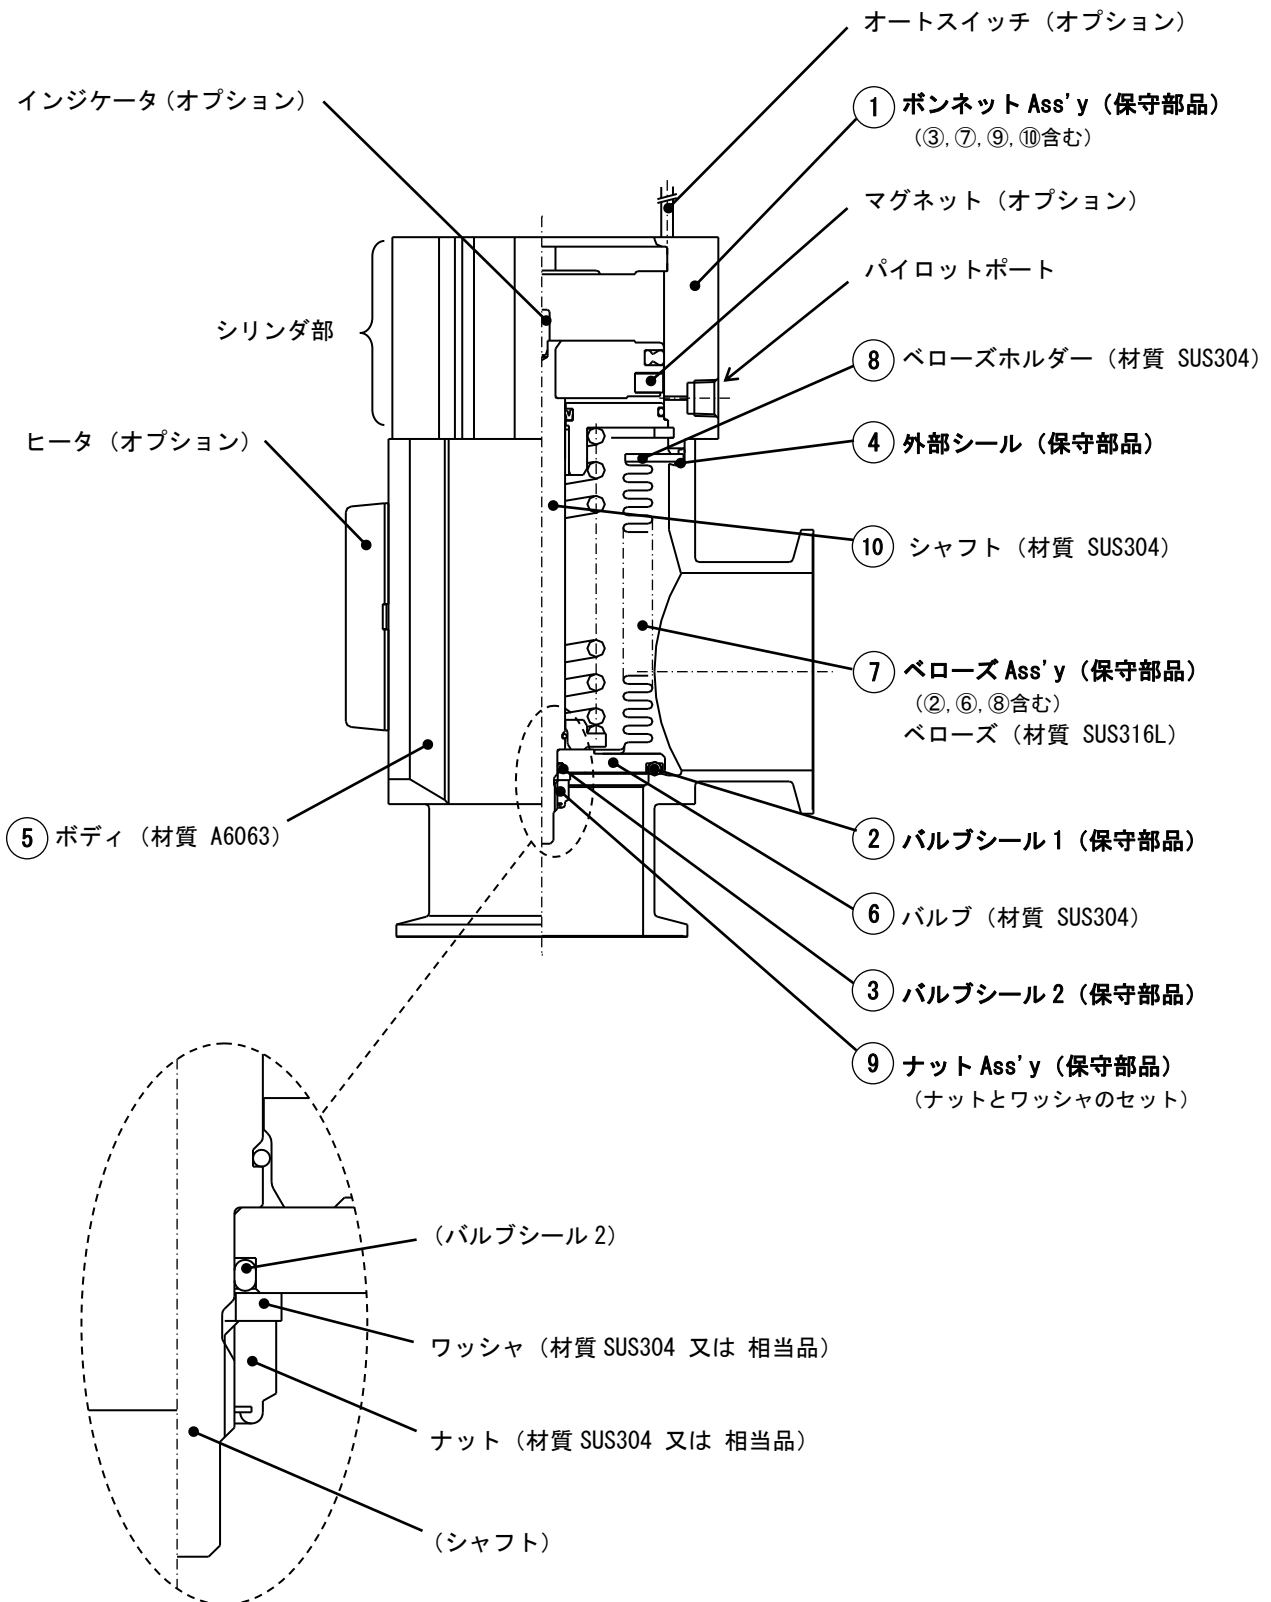

図 1. 製品構造断面 (XLA 参考)
- ① デポジットを除去する場合は、各部品に傷を付けないようにしてください。
- ② 保守部品については「2項 準備作業 表 4. 保守部品 (P6) および図 1. 製品構造断面 (P7)」をご参照ください。保守部品と記載されている部品が交換可能です。
- ③ 保守部品は当社規格品をご使用ください。